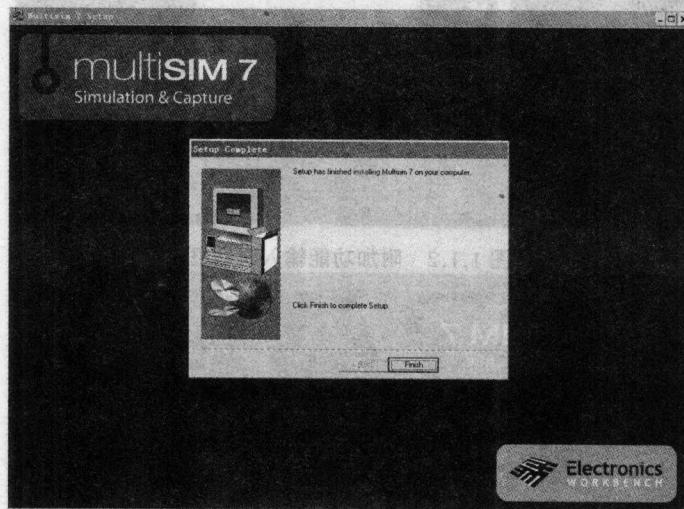

图 1.1.5 Multisim 7 程序安装完毕
(13) 程序将最后提示用户 Multisim 7 程序安装完毕如图 1.1.5 所示。用户单击“Finish”按钮完成整个安装。